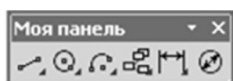

Рисунок 2.25
11. Поместите на панели кнопки простановки линейных и диаметральных размеров из категории Размеры (рисунок 2.25).